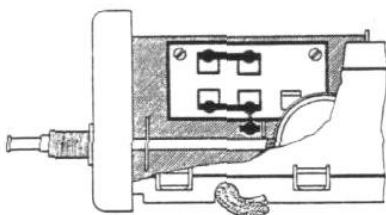

Abb. 8 Heizkreis auf 6 V geschaltet
2. Heizkreis im Empfänger-Teil nach Abb. 8 bzw. 9 schalten.